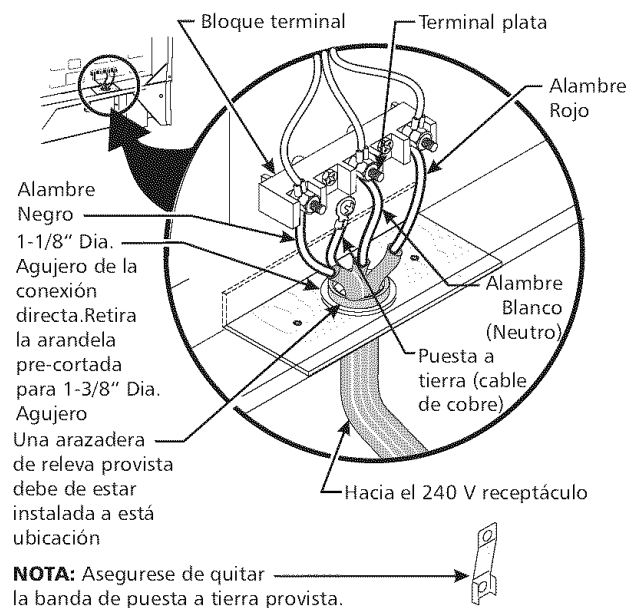

Figura 4
4. Conecte el alambre de tierra (verde) del cable de bronce del suministro eléctrico al armazón del electrodoméstico con el tornillo de la base, usando el hoyo del armazón por donde retiró la correa de la base (vea figura 4)
6. Reinstale las 3 tuercas desajustadas en el bloque terminal (vea figura 4).
Si el aparato está conectado directamente al cortacircuito, a la caja de fusibles o a la caja de empalmes, use un cable blindado flexible o no metálico recubierto de cobre (con alambre a tierra). Agregue una abrazadera relevo de anclaje homologado UL a cada extremidad del cable. A la extremidad del electrodoméstico, el cable pasa a través del agujero de la conexión directa (ver figura 4) en el cordón de la placa de montaje. El tamaño de los alambres (**alambre de cobre solamente**) y las conexiones deben estar conforme al régimen del electrodoméstico.